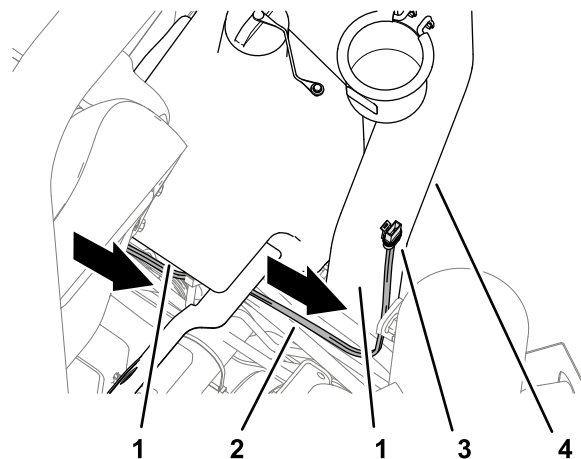

Рисунок 12
4. Проложите жгут проводов питания вдоль нижней части топливного бака и вверх по правой трубе защитной дуги (Рисунок 12).